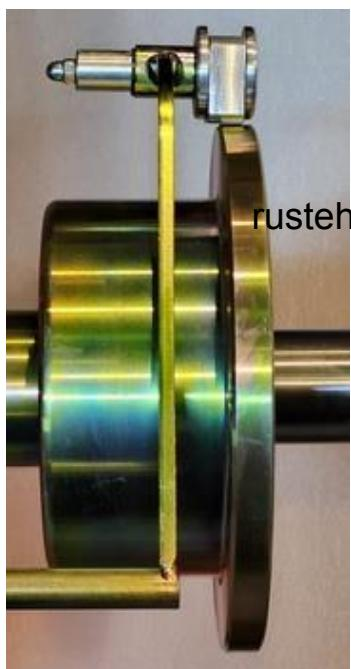
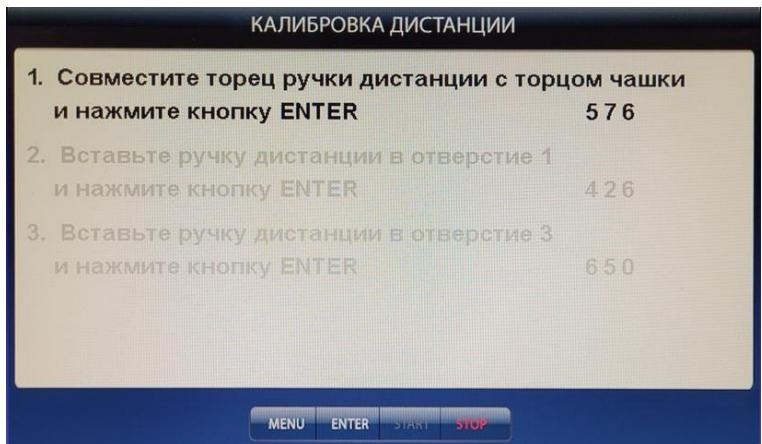

Рис. 22.2.
Рис. 22.3.
выберите пункт «Калибровка», нажав кнопку 3 в нижнем ряду клавиатуры. Откроется окно КАЛИБРОВКА. Выберите п. 2 «Калибровка дистанции» нажав кнопку 2 в нижнем ряду клавиатуры, откроется окно КАЛИБРОВКА ДИСТАНЦИИ (рис. 22.3). Выдвиньте штангу ввода параметров, совместите торец наконечника рукоятки с торцом чаши (рис. 22.2) и нажмите кнопку «ENTER». В окне КАЛИБРОВКА ДИСТАНЦИИ выделится второй пункт: «2. Вставьте ручку дистанции в отверстие 1, нажмите кнопку «ENTER»
**Примечание 1:** Если вы хотите откалибровать только тракт измерения дистанции и не переходить к калибровке тракта измерения диаметра, то после выполнения пункта 1 (рис. 22.3) нажмите кнопку «START». Появится надпись «параметры записаны», а на экране появится изображение основного рабочего экрана.